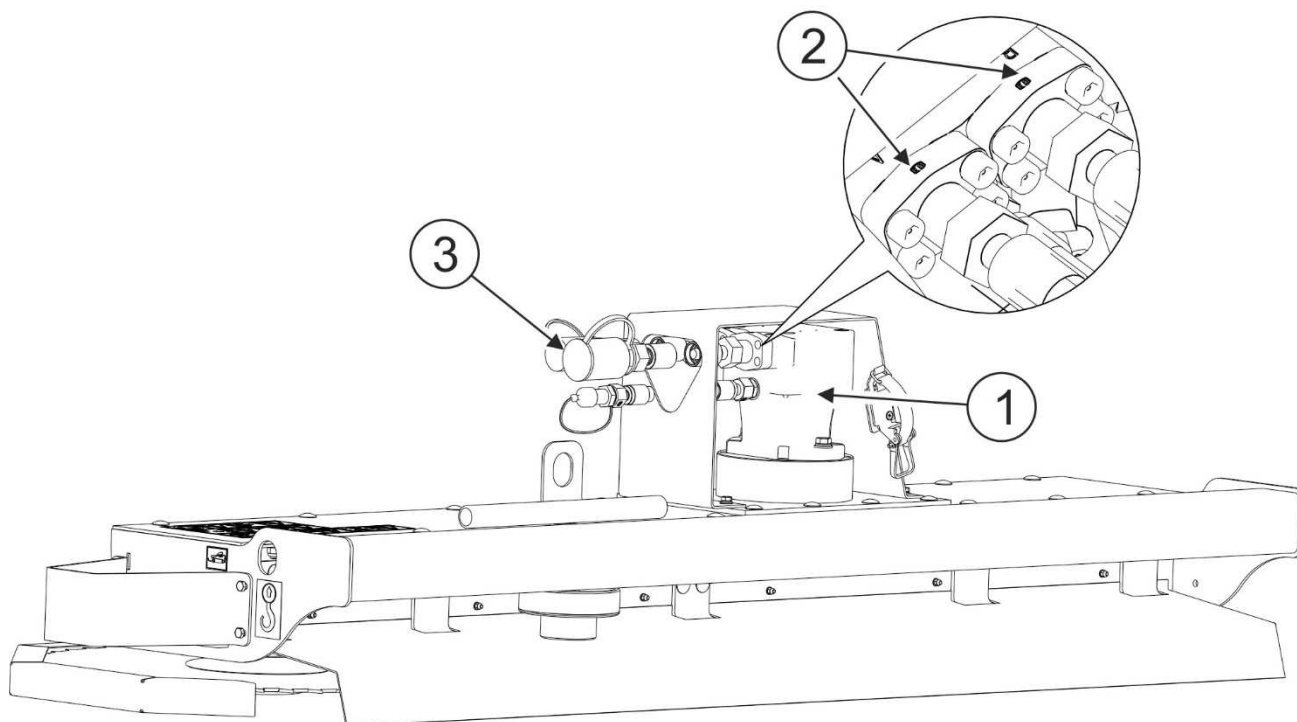

РИСУНОК 5.6 Проверка подсоединений быстрых разъемов гидропроводов гидравлического двигателя.
Гидравлическая система должна быть герметичной. В случае обнаружения масла на корпусе силового гидроцилиндра (1) (РИСУНОК 5.6) необходимо проверить характер негерметичности. В случае обнаружения течи необходимо прекратить эксплуатацию машины до момента устранения неисправности.